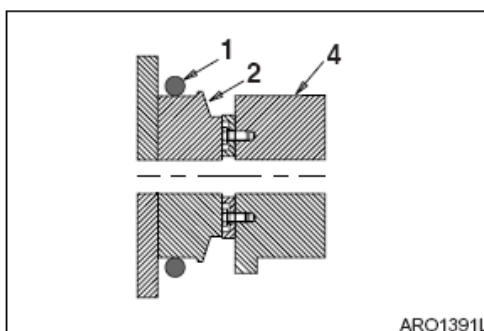

Figura 97
3. Extraiga la junta tórica ya existente e instale temporalmente la nueva junta tórica (1, Figura 97) en el saliente de la cuchara (2). Asegúrese de limpiar tanto el saliente como la ranura de la articulación de la cuchara (4) donde va a instalar la junta tórica.